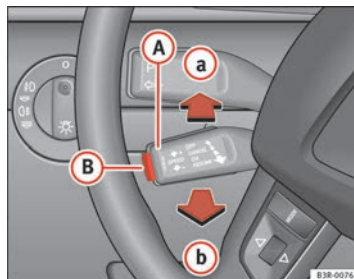

Fig. 143 Eléments de commande du régulateur de vitesse
- poussez le levier **(A)** ⇒ page 185, fig. 143 jusqu'en position **(a)** (sans le faire encliqueter).